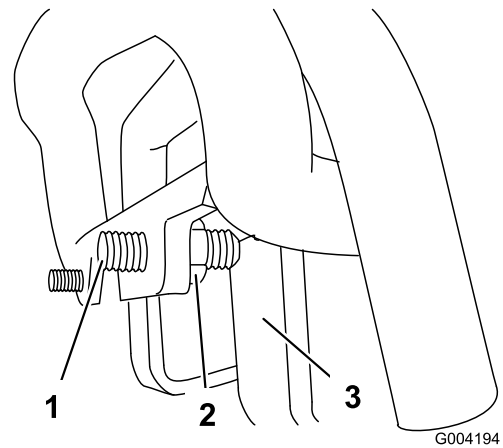

Figura 54
3. Se máquina desviar para a **esquerda**, desaperte a porca de bloqueio **direita** e ajuste o parafuso de afinação do acompanhamento na frente do controle de tração (**Figura 54**).
4. Se máquina desviar para a **direita**, desaperte a porca de bloqueio **esquerda** e ajuste o parafuso de afinação do acompanhamento na frente do controle de tração (**Figura 54**).